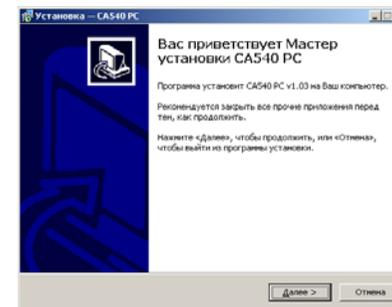

Рисунок 8.1
1) Включить ПК и начать установку программы "CA540 PC", для чего из папки "CA540_PC", размещенной на установочном диске, входящем в комплект поставки, запустить исполняемый файл setup_CA540_PC_xxx.exe (xxx – версия программы). На экране появится окно мастера установки CA540 PC (рисунок 8.1).